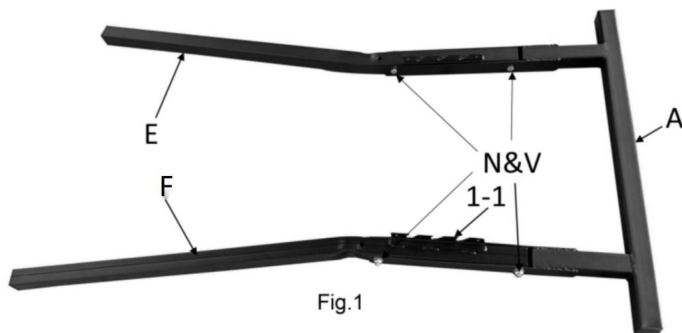

Fig. 1
1. Złóż prawą i lewą nogę (E i F) do ramy podstawy (A). Włóż koniec każdą nogę do otworów ramy podstawy i wyrównaj otwory na śruby. Wysokość nacięcia regulacyjne (rys. 1 1-1) będą znajdować się po wewnętrznej stronie, a nogi muszą być ustawione pod kątem na zewnątrz. Zabezpiecz każdą nogę śrubą ramy (N) i nakrętką zabezpieczającą 1 (V). Włóż dwie śrubę nogi (N) i nakrętkę zabezpieczającą 1 (V), a następnie dociśnij końce, aby zabezpieczyć nogi.